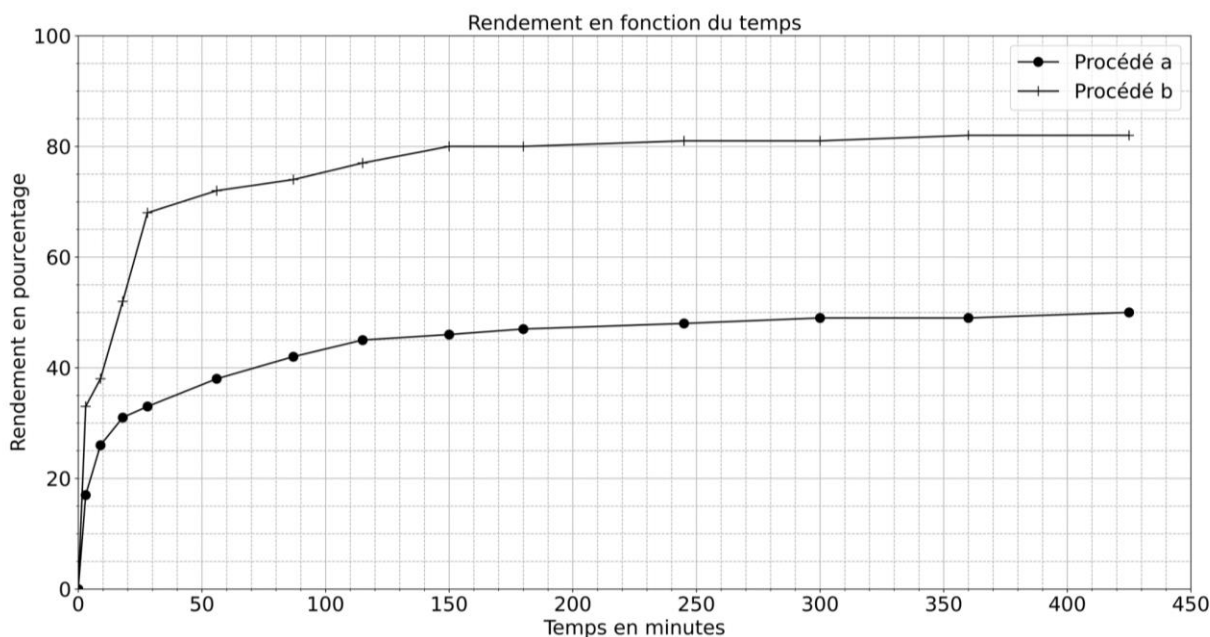

Figure 4. Évolution temporelle du rendement de la réaction d'estérification suivant le procédé a ou b.
La synthèse de lactate d'éthyle est réalisée dans un ballon équipé d'un réfrigérant. Les quantités suivantes de réactifs sont introduites dans le réacteur : 66,7 g d'éthanol et 39,1 g d'acide lactique. 0,33 g d'acide sulfurique est ajouté aux réactifs. Le milieu réactionnel est agité au moyen d'un agitateur magnétique et porté à la température de 80 °C. Le rendement en lactate d'éthyle en fonction de la durée de la réaction est représenté sur la figure 4.
La synthèse de lactate d'éthyle est réalisée de la même manière que pour le procédé a mais en ajoutant un solvant d'extraction aux réactifs. Le rendement en lactate d'éthyle en fonction de la durée de la réaction est représenté sur la figure 4.
C.3. En utilisant la figure 4, comparer les rendements obtenus par les deux procédés et indiquer le procédé le plus efficace.